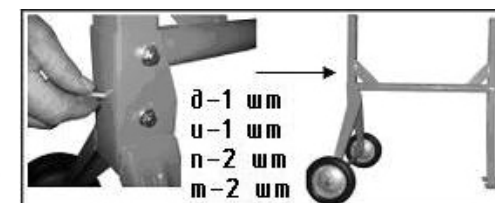

Рис.4
6.3. Смонтируйте раму (Д) в сборе с передней стойкой (Е) на заднюю стойку (В) используя крепеж (д. и, п, т) из пакетов №2 и №12 что бы получилась конструкция как на Рис.4.